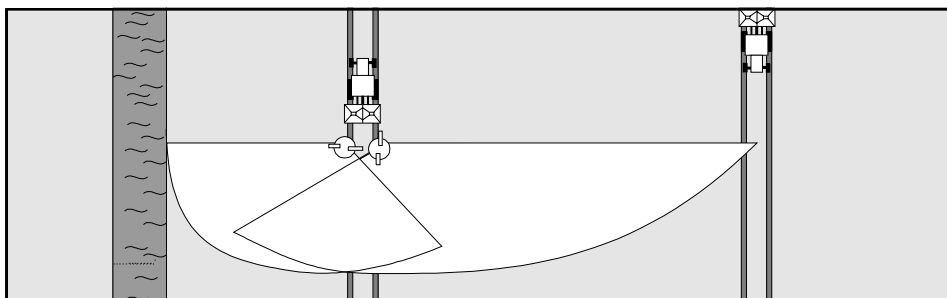

Fig. 7.17
Vid gränsspridning (enligt utkast ur gödselmedelsförordningen) (fig. 7.17) resp. fältkantsspridning (intill egen, likartat brukad åker) (fig. 7.18) ska den **vänstra "Omnia-Set"** spridartallriken (vänstersidig gränsspridning är normalt), sett i körriktningen, **ersättas med en motsvarande TeleSet tallrik**. Vid gränsspridning åt höger används en speciell gränsspridningstallrik.
7.4.1.1 Gränsspridning enligt gödselmedelsförordningen (fig. 7.17)
7.4.2 Inställning av gränsspridningstallrik enligt gödselmedelsförordningen (fig. 7.17)